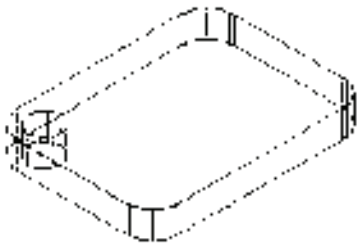

图 11-102 创建圆柱体
6) 单击“建模”工具栏中的“圆柱体”按钮, 绘制底面中心点为(10,10,0)半径为“6”, 高度为“10”的圆柱体。结果如图 11-102 所示。